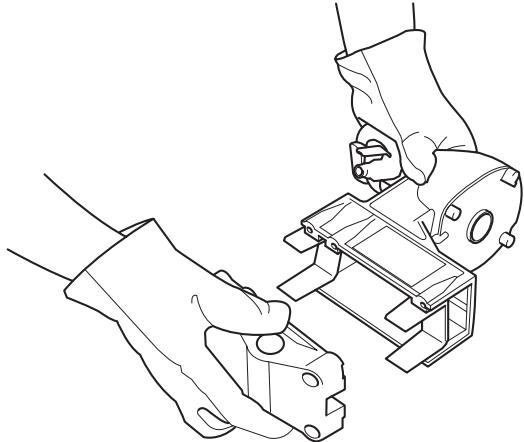

Рис.15
1. Отвинтите четыре винта и стопорное кольцо на задней части каретки. При замене крышки замените две пластины скольжения (Рис. 15).